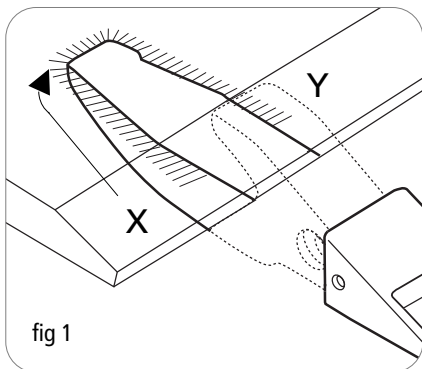
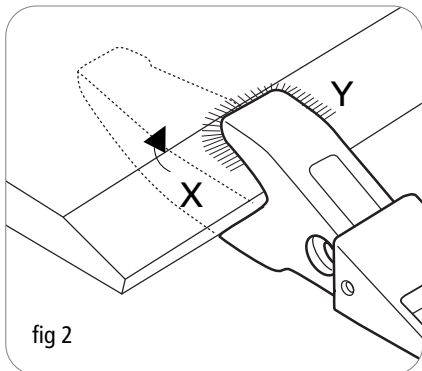
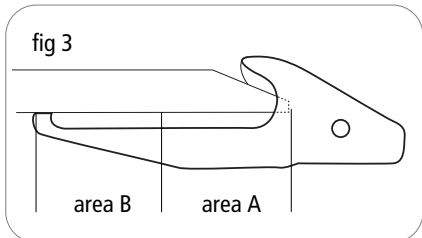

fig 1
fig 2
fig 3
- 3 It is convenient to start welding at points X and Y as indicated in **fig. 1** in order to make sure that the defects of the welding that is produced at the beginning of the strings can be eliminated.
- 4 Start welding in the center of the strap of the adapter welding around it until reaching the same point on the opposite side (**area B fig. 2**). Continue welding strings on each side from the initial points at 25mm from the border of the lip until meeting the first string again (**area A fig. 2**). Repeat the indicated operations until completing the welding with the required thickness.
- 3 Es conveniente empezar la soldadura en los puntos X e Y (indicados en la **fig.1**) para asegurar que los defectos de la soldadura que se producen al inicio de los cordones puedan ser eliminados.
- 4 Empezar la soldadura a mitad de la longitud de la pala del portadientes e ir soldando dando la vuelta por detrás de la pala hasta la misma altura que el punto de partida (**area B fig.2**). Continuar soldando cordones desde el borde del labio hasta empalmar con la soldadura anterior (**area A fig.2**). Repetir el proceso hasta alcanzar la dimensión adecuada.
- 3 Start with initial welding points as shown on **fig.1** taking into account that 25 mm of the frontal part will have to remain without welding.
- 4 Weld the lower part of the strap starting with a string of 100 mm from the border of the lip (area B, **fig. 3**), welding around it until reaching the same point on the opposite side. Continue welding from X to Y until joining the ends of the first string (**fig. 1**). Repeat the process various times until the welding has reached the dimension specified in the table below (**fig. 5**) for area B. Continue welding in area A gradually extending to area B to reach a gradual transition until area A has reached the sized specified in the table (**fig. 5**).
- 6 Now start welding the short (upper) strap beginning the welding string at an initial point of approx. 25 mm from the border of the lip continuing the border of the loader blade until finishing at 25 mm from the border of the other side (**fig. 2**). Repeat the passes until reaching the welding thickness indicated in the table (**fig.5**) for area A (**fig.3**).
- 3 Colocar puntos de iniciación tal como se muestra en la figura, teniendo en cuenta que deberán quedar unos 25 mm. por la parte frontal sin soldar (**fig 1**).
- 4 Soldar la pala larga inferior empezando con cordón a unos 100 mm. del borde del labio (area B **fig. 3**), y dando la vuelta por detrás hasta llegar a la misma altura de donde empezamos. Dar a continuación sendos cordones, uno por cada lado desde X e Y hasta empalmar con los extremos del primer cordón (**fig.1**). Repetir el proceso sucesivamente hasta que la soldadura haya alcanzado la dimensión que se especifica en la tabla de la **fig.5** para la zona B. Continuar dando pasadas en la zona A, extendiéndose gradualmente sobre la zona B para lograr una transición gradual hasta alcanzar en la zona A el tamaño que se especifica en la tabla de la **fig. 5**.
- 6 Soldar ahora la pala corta (superior) empezando los cordones en un punto de iniciación a 25mm. aproximadamente del borde del labio y siguiendo el entorno de la pala hasta acabar en la otra placa a 25 mm. de borde del labio (**fig.2**). Repetir las pasadas hasta alcanzar el espesor de soldadura indicado en la tabla de la **fig.5** para la zona A (**fig. 3**).